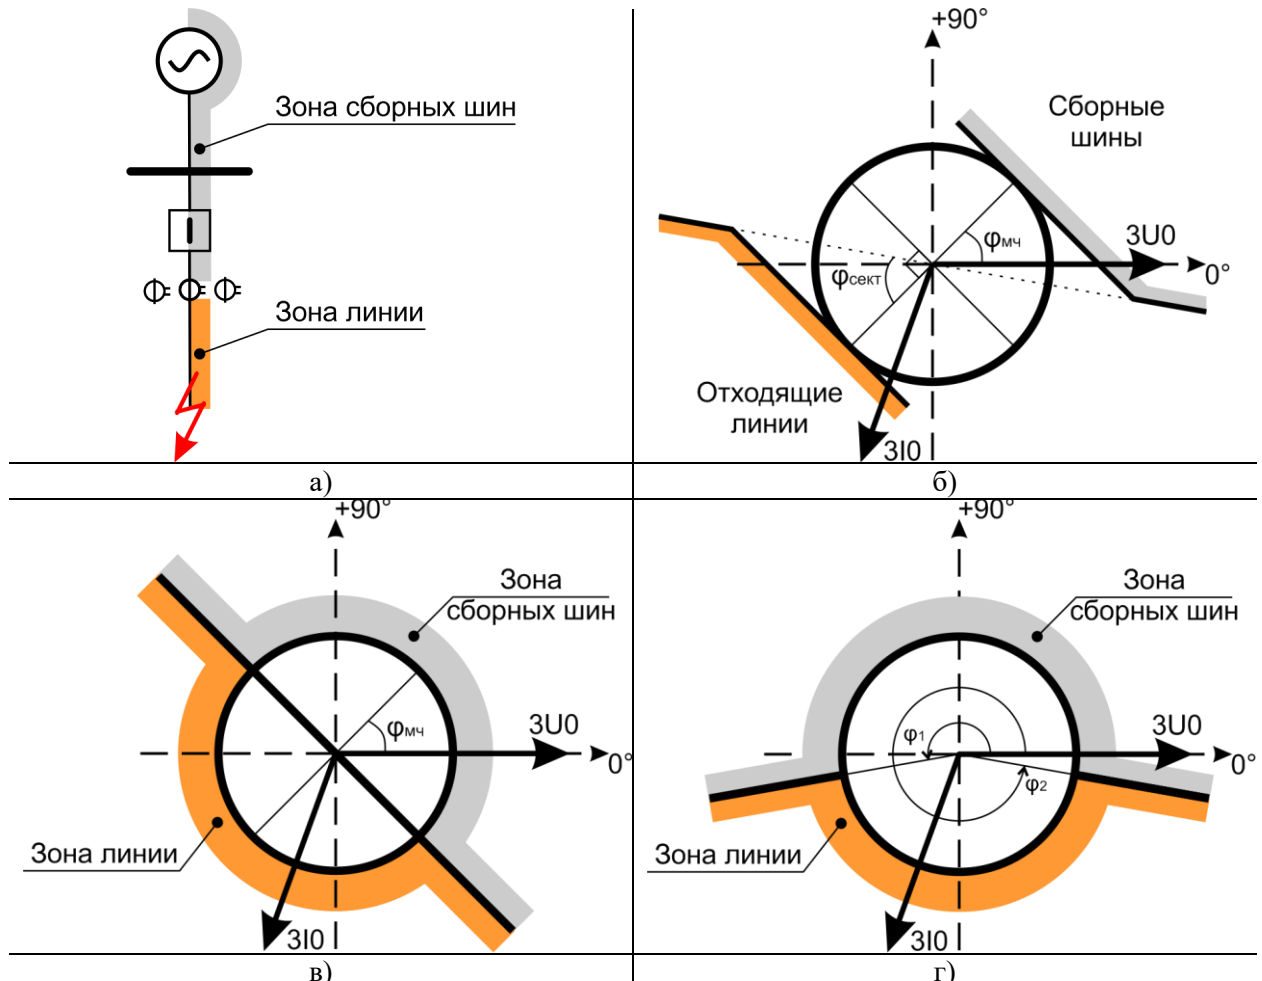

Рис. 67N. 1. Реле направление мощности нулевой последовательности:
- **тип 3:** защита использует величину модуля и направление вектора $3I_0$ относительно вектора $3U_0$, с учетом нижних и верхних угловых пределов (Рис. 67N.1 г). Этот метод защиты адаптирован к использованию в распределительной сети, в которой система заземления изменяется в зависимости от режима работы.